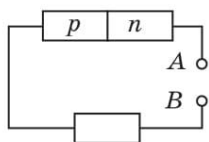

Рис. 1
2. На рис. 1 наведено схему прямого ввімкнення напівпровідника з *p-n*-переходом у коло постійного струму. Якою є полярність підключення джерела струму до клем А і В?